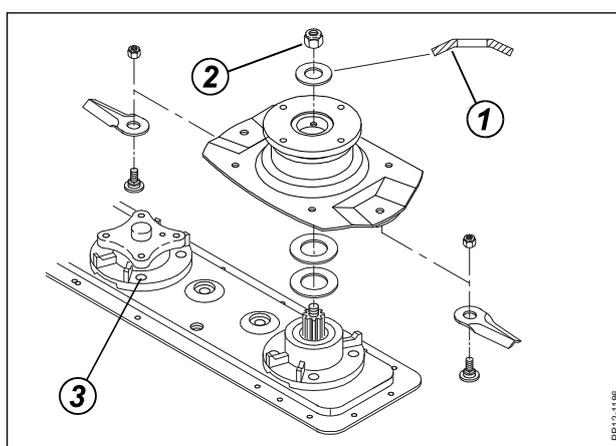

Fig. 5-16
Fig. 5-16 La arandela elástica (1), situada sobre el disco de entrada, está colocada tal y como se muestra, con la parte curva hacia arriba. La tuerca (2) se aprieta a **190 Nm** (19 kpm). Los pernos (3) que sostienen el alojamiento del rodamiento de disco a la barra se aprietan a **85 Nm** (8,5 kpm).